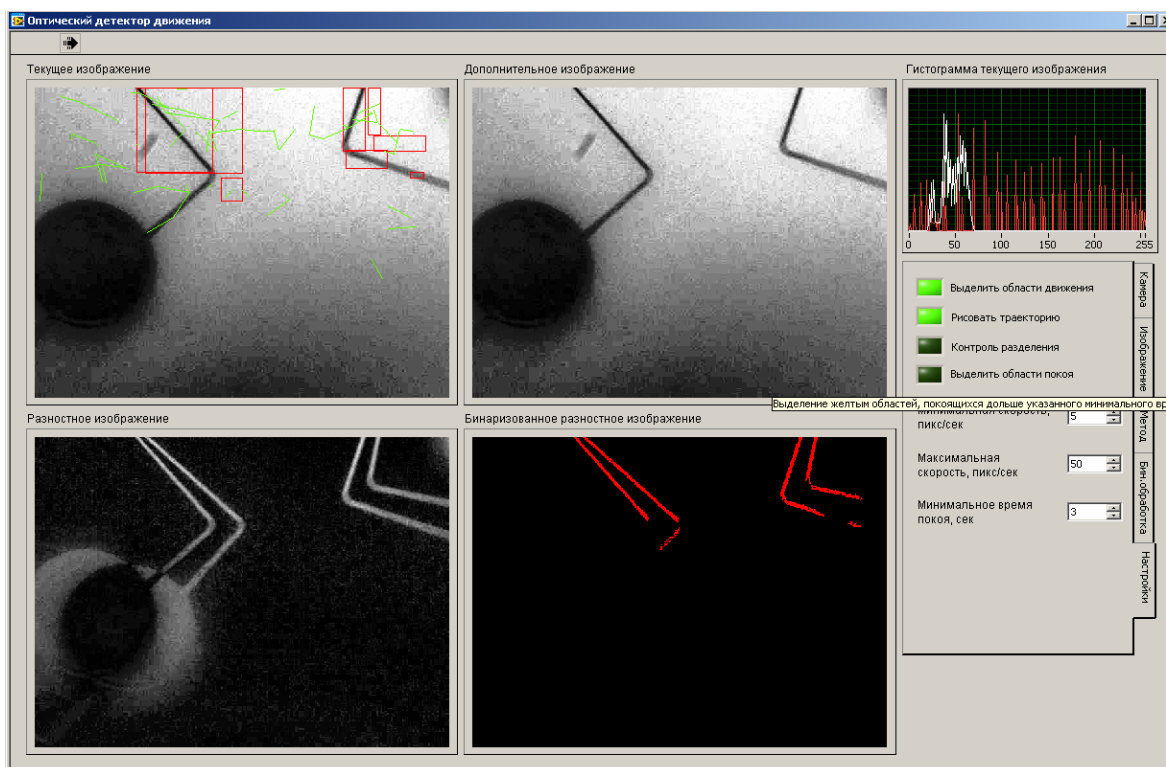

Рис. 6.4. Окно программы «Оптический детектор движения»
1. Откройте программу «Оптический детектор движения» (рис. 6.4). Организуйте какое-нибудь движение перед камерой.